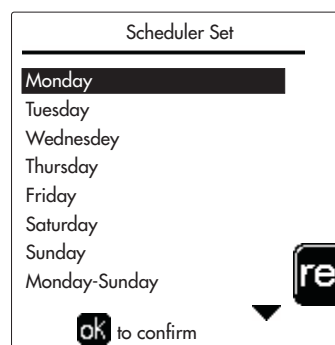

fig. 26
-  Pentru a readuce programarea orarului la valorile din fabricație, apăsați tasta **contextuală 3** din meniul **Scheduler set** (fig. 26) și confirmați cu **OK**.